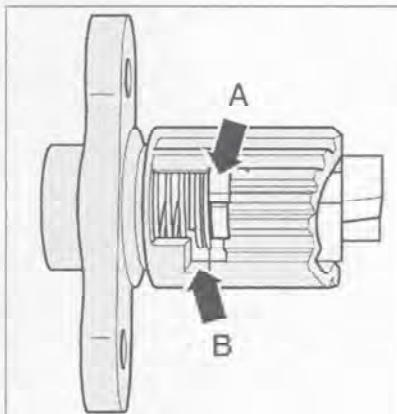

Рис. 7.72. Перед установкой механизма проследите, чтобы выступ втулки (стрелка А) располагался в противоположной стороне от канавки корпуса (стрелка В).
1. Вложите пружину (1) в корпус (2) и, слегка нажимая, поверните ее влево настолько, чтобы пружина вошла в фиксированное положение (рис. 7.72).
2. Установите на пружину втулку (3) таким образом, чтобы загнутый конец пружины находился в канавке.
3. Втулкой (3) сожмите пружину и поверните примерно на один оборот влево так, чтобы выступ втулки находился над канавкой в корпусе (2).
4. Вдавите выступ втулки (3) до упора в канавку корпуса (2).
5. Поверните втулку (3) вправо и отпустите ее; при этом втулка (3) войдет в требуемое положение.
6. Перед установкой механизма проследите, чтобы выступ втулки (стрелка А) располагался в противоположной стороне от канавки корпуса (стрелка В) (рис. 7.72).